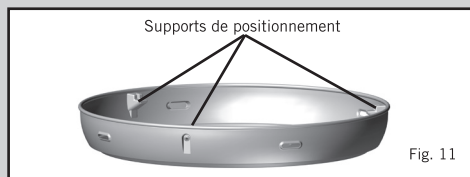

Fig. 11
- La grille barbecue se place sur les trois supports de positionnement moulés du collecteur de graisse (Fig. 11).
- La plaque « Chef » se place sur les trois supports de positionnement moulés du collecteur de graisse (Fig. 11).
- La plaque « Grill 2 Braai » se place sur les trois supports de positionnement moulés du collecteur de graisse (Fig. 11).